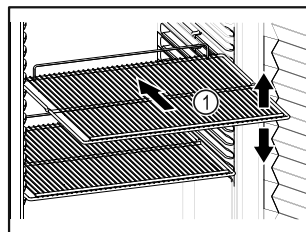

Fig. 82 Simbolična slika
- ☐ Če je odlagalna rešetka Fig. 82 (1) premična, jo prilagodite po višini.